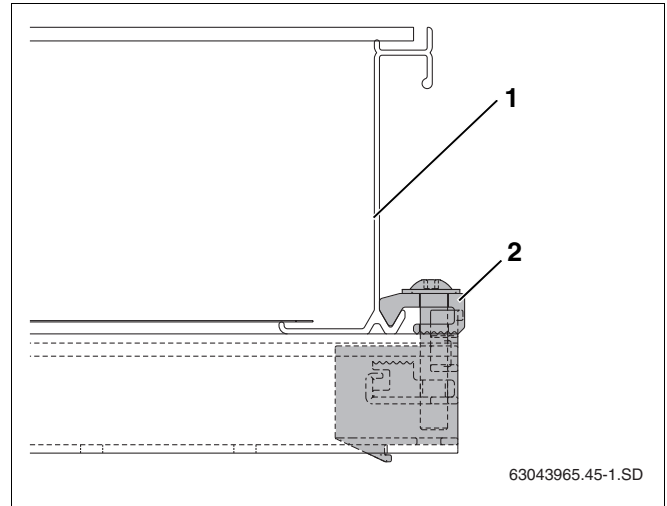

Abb. 44 Verschraubter einseitiger Kollektorspanner
- Kollektor (Abb. 44, **Pos. 1**) vorsichtig an den einseitigen Kollektorspanner schieben und waagrecht ausrichten.
- Einseitigen Kollektorspanner mit dem Schlüssel SW5 verschrauben (Abb. 44, **Pos. 2**).
Der Niederhalter (Abb. 44, **Pos. 2**) des Kollektorspanners greift jetzt in die untere Kollektorkante.